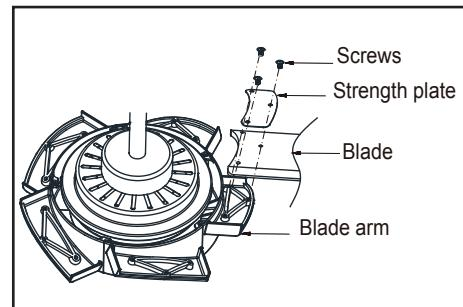

Figura 12
1. Alinea los orificios de la placa resistente y los orificios del aspa con los del brazo del aspa; asegura con los tornillos incluidos (Figura 12).